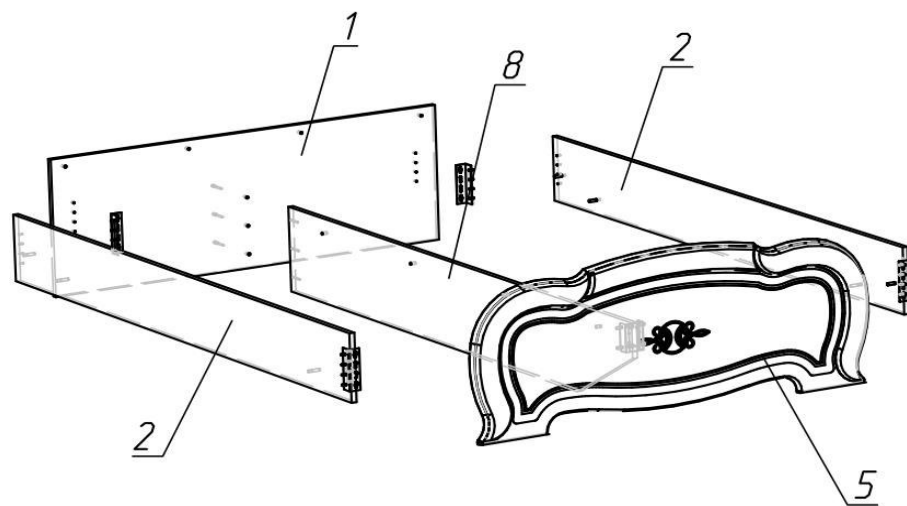

Рис.1.1.
1.3..Собрать каркас кровати (рис.1.1.). Для этого необходимо навесить царги боковые (поз.2) на еврвинты в щите опорном, а также в щите ножном, Царгу центральную (поз.8) к щиту опорному крепить при помощи конфирматов, к щиту ножному (поз.5) через уголок кроватный соединением болт-гайка.